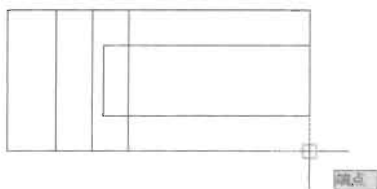

图 14-199
(6) 切换到俯视图, 以实体的右下角顶点为起点绘制一个 17×6mm 的矩形, 然后把矩形向上平移 3mm, 如图 14-199 所示, 命令执行过程如下。